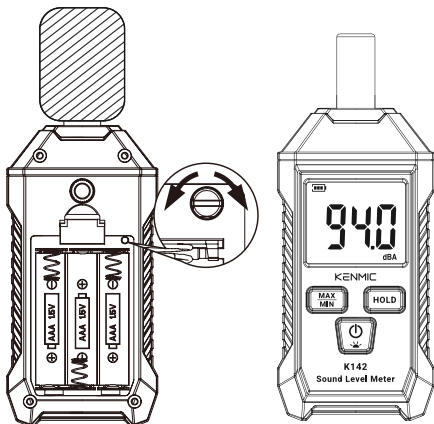

Figura 1
2. Encender el interruptor de la alimentación de la fuente estandarizada (94dB@1KHz) del sonido y utilizar el destornillador de tipo recto para ajustar el potenciómetro en el agujero redondo de la espalda de la máquina, para que la LCD demuestre el número de 94, como en la Figura 1.